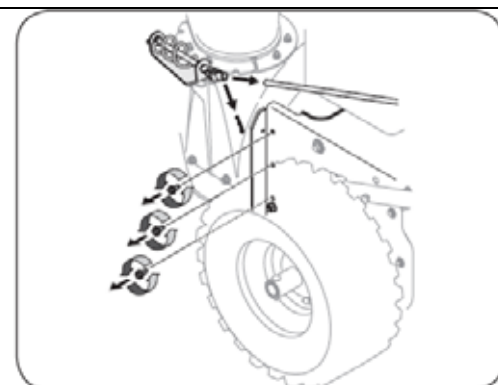

Рис. 29
1. Извлеките тягу поворотного рычага управления направлением выброса желоба, удалив пружинный шплинт (См. Рис.29). Отведите поворотную тягу как показано на рисунке
2. Отверните три самореза с каждой стороны корпуса трансмиссии (См. Рис.29).
4. Используя ключ  $\frac{1}{2}$ "", отверните с двух сторон по три шестигранных болта, фиксирующих раму к кожуху шнека в сборе (См. Рис. 29).